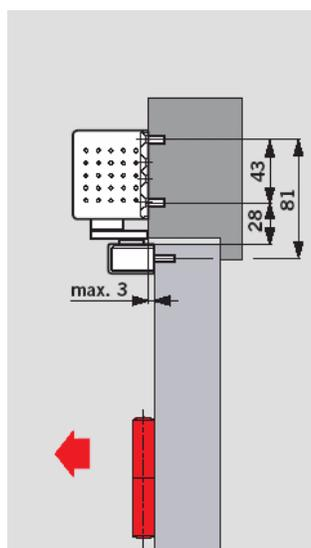
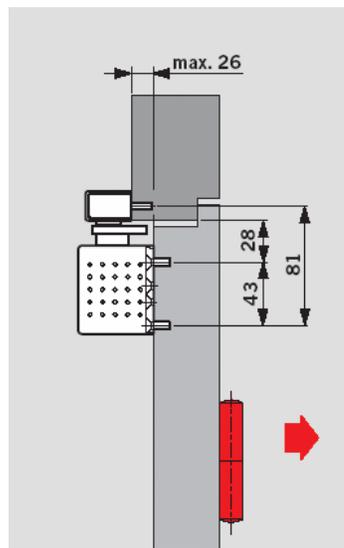

**Рис. 4.**
**Рис. 5.**
Доводчик **DORMA TS92** предназначен для установки на правые и левые двери. Установка исполнения В может производиться либо на полотно двери со стороны петель (см. **рис. 4**), либо на коробку двери со стороны противоположной петлям (см. **рис. 5**).
- Взаимное расположение поверхностей дверной коробки и дверного полотна должно находиться в определенных пределах. На **рис. 4, 5, 6, и 7** указаны пределы для скользящих каналов **G-N**. В случае необходимости возможно использование различных типов монтажных пластин. Подробнее в разделе «Аксессуары».